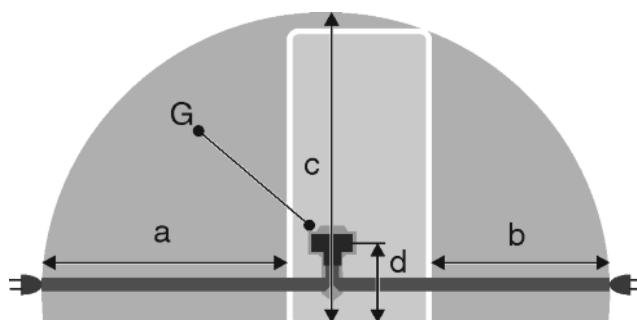

Fig. 24
- De contactdoos bevindt zich buiten het bereik van de achterzijde van het apparaat in het desbetreffende gedeelte *Fig. 24 (a, b, c)*.
- ▶ Breng de apparaatstekker *Fig. 24 (G)* aan de achterzijde van het apparaat aan. Let op het correct vastklikken.